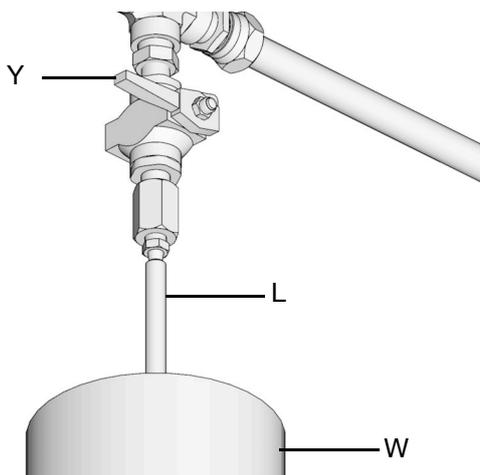

FIG. 20
- a. Pour relâcher la pression entre la pompe de remplissage (F) et le mécanisme d'arrêt du remplissage automatique (B), ouvrir la vanne à bille (bv) (FIG. 20). La pression est relâchée et l'excès de fluide est évacué par le tube de vidange (L) et dans le récipient de débordement (W).